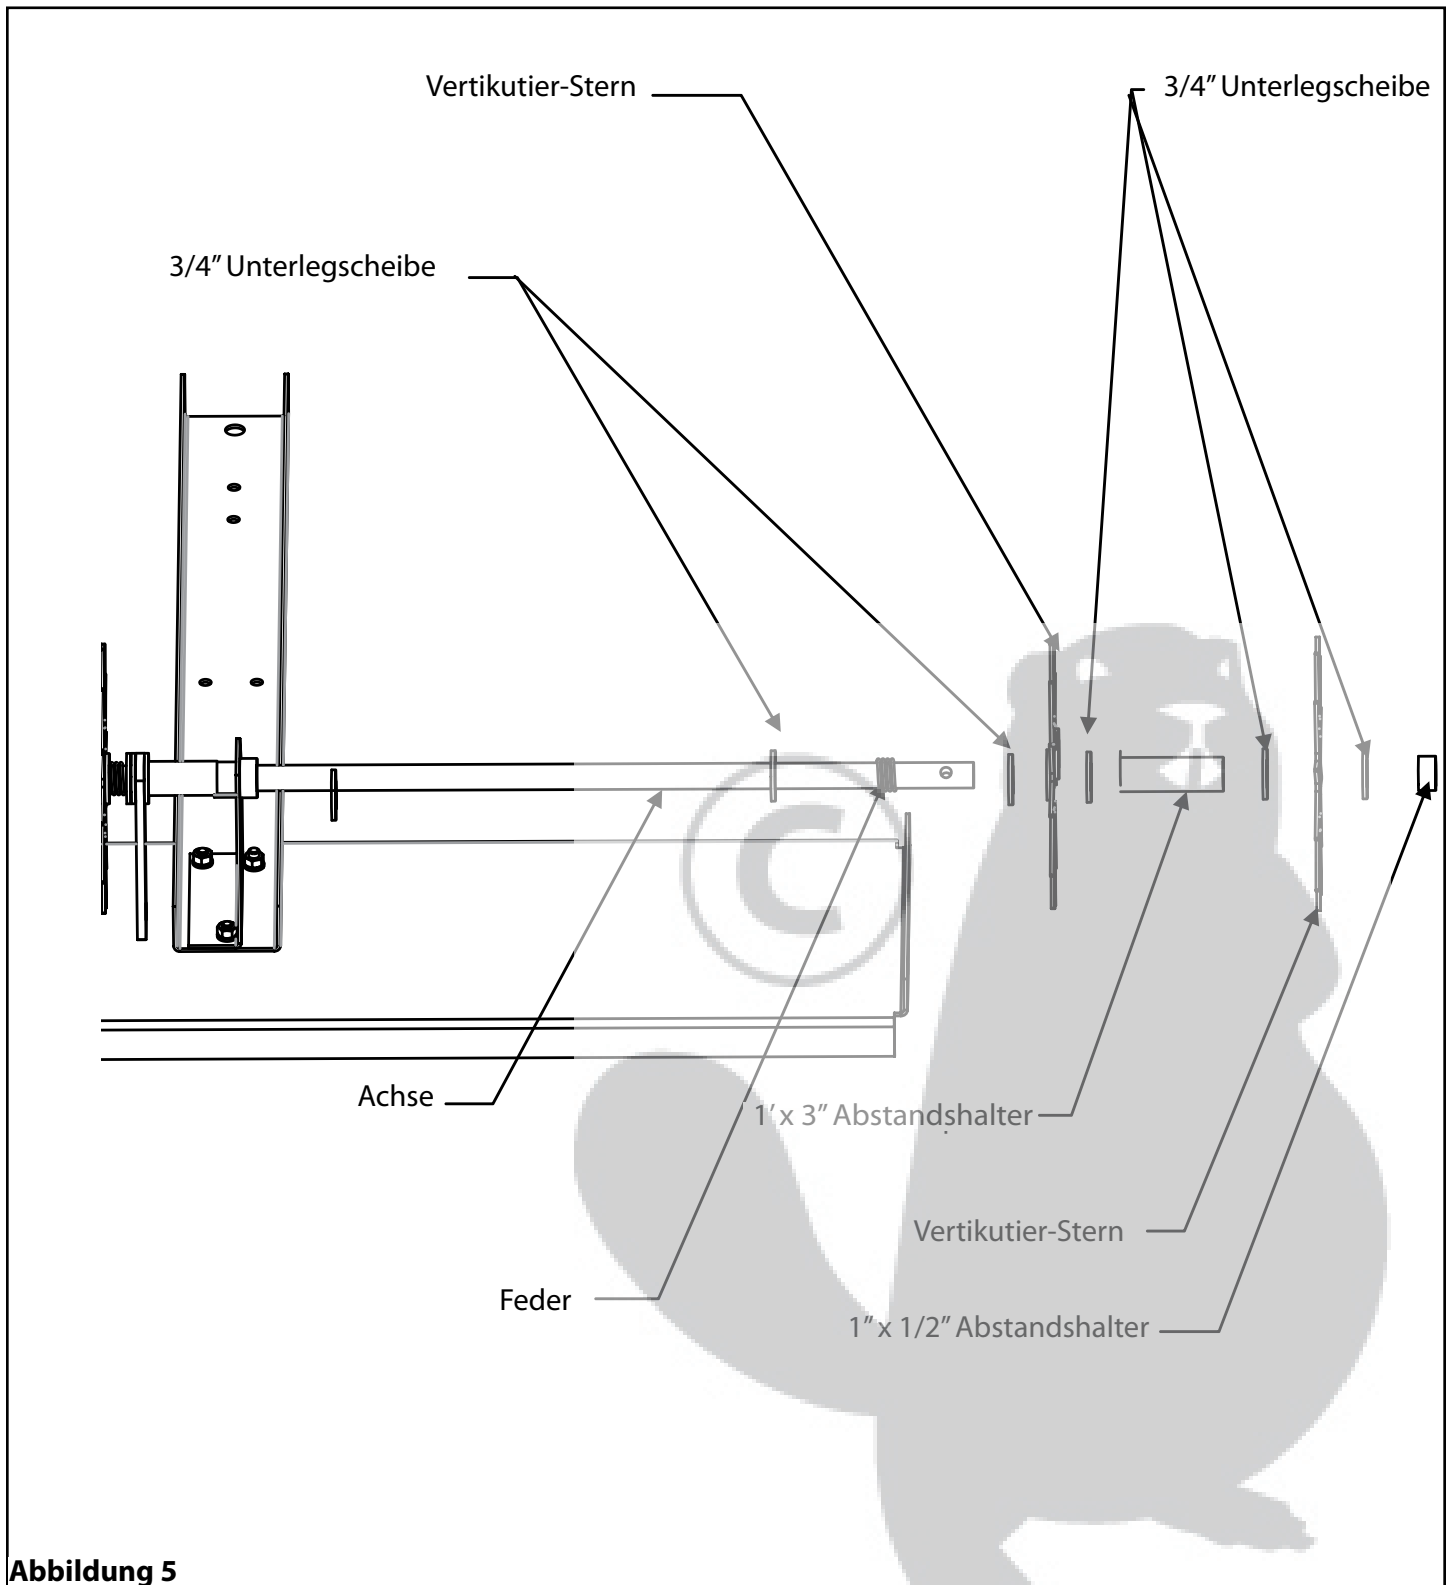

Abbildung 5
5. Auf die lange Seite der Achse legen Sie eine 3/4" Unterlegscheibe auf die Achse, gefolgt von einer Achsenfeder und dann einer weiteren 3/4" Unterlegscheibe. Gefolgt von einer 3/4" Unterlegscheibe und einem Vertikutier-Stern, einer weiteren 3/4" Unterlegscheibe und einem 1" x 3" Distanzhalter. Wiederholen Sie den Vorgang noch fünf Mal. Dann legen Sie eine 1" x 1/2" Distanzscheibe auf die Achse. Siehe Abbildung 5.